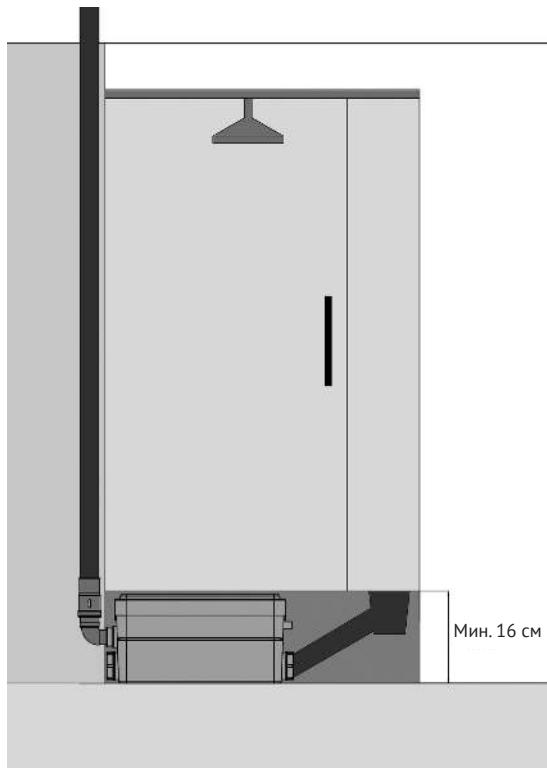

Рисунок 5 – Установка КНС под душевым поддоном
Если КНС размещается под душевым поддоном, то минимальная высота от пола до поддона должна составлять 16 см (см. рисунок 5), чтобы станция могла под ним поместиться. Для возможности обслуживания станции необходимо предусмотреть съемную панель размером 40 x 15 см.
Рекомендуется выполнять соединения на трубопроводе неразъемными, что повысит надежность системы. Важно также предусмотреть шаровой запорный кран на напорном трубопроводе, чтобы упростить процесс обслуживания и демонтажа КНС (см. рисунок 5).
- горизонтальные участки должны иметь уклон не менее 2 %, т.е. на каждый метр по горизонтали трубы поднимается на 2 см по вертикали (см. рисунок 5);